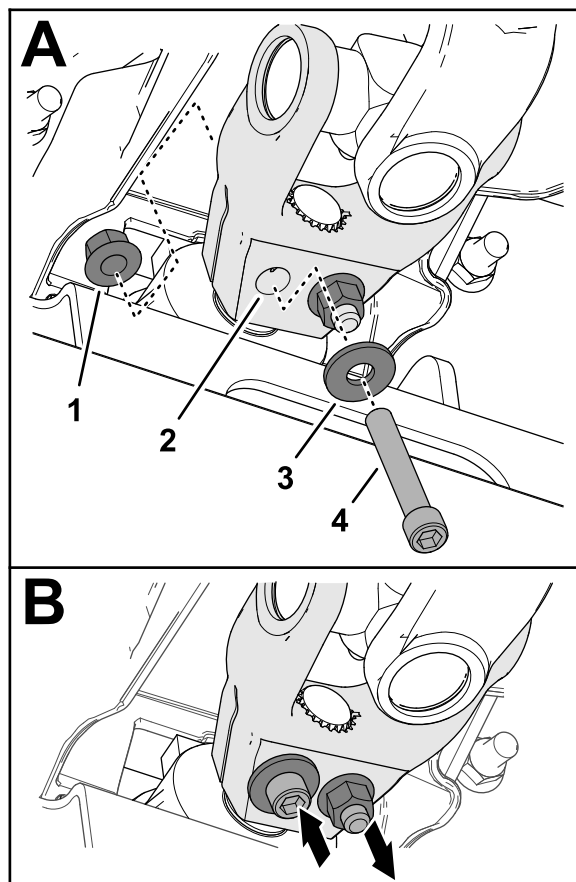

図 16
6. ソケットヘッドキャップスクリュ $\frac{3}{8}$ x $2\frac{1}{4}$ " にワッシャ $\frac{3}{8}$ " を通し、駆動シャフトのヨークの穴 図 16 に通して、フランジロックナット $\frac{3}{8}$ " で固定する。
7. ソケットヘッドキャップスクリュ $\frac{3}{8}$ x $2\frac{1}{4}$ " にワッシャ $\frac{3}{8}$ " を通し、駆動シャフトのヨークの穴 図 16 に逆方向から通して、フランジロックナット $\frac{3}{8}$ " で固定する。